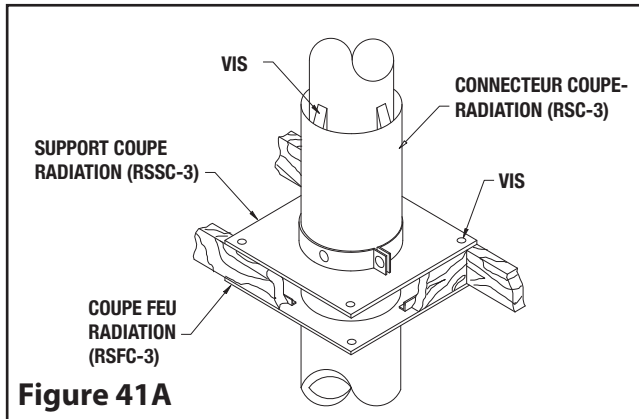

Figure 41A
Étape 6. Au niveau du plafond, en partant du haut, installez un Connecteur Coupe Radiations (RSC-3) et un support Coupe Radiations (RSSC-3) fixés ensemble mais non serrés (voir Figure 41A).